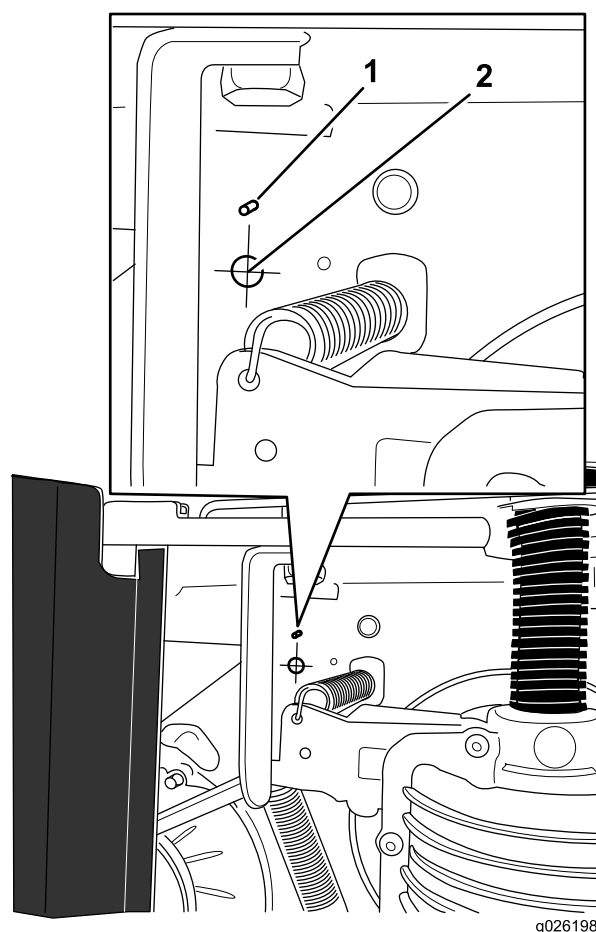

Figura 1
3. Ubique el extremo inferior del remache trasero que sujeta la placa con los números de modelo y de serie a la carcasa (Figura 1).
4. Marque un punto 25 mm (1 pulgada) directamente debajo del extremo del remache (Figura 1).